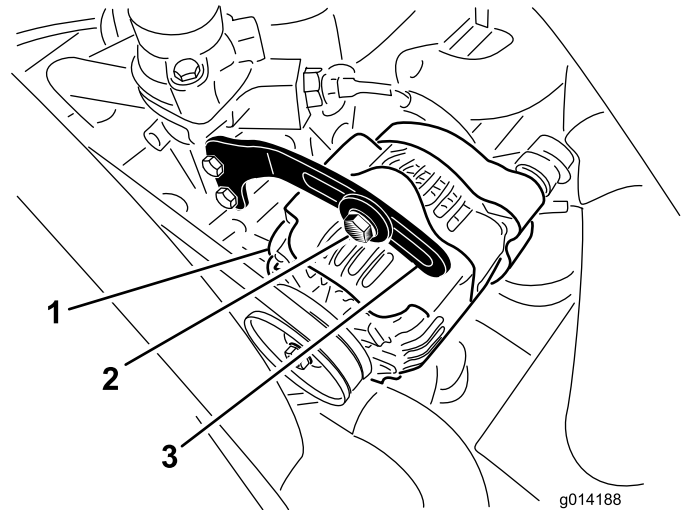

Figura 49
2. Compruebe la tensión de la correa del alternador flexionándola (Figura 49) en el punto intermedio entre las poleas del alternador y del cigüeñal con una fuerza de 10 kg (22 libras).
3. Afloje el perno que sujeta el tirante al alternador (Figura 49), y el perno de pivote del alternador.